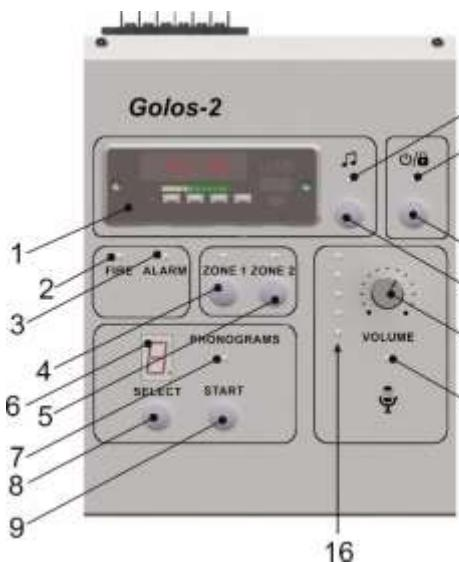
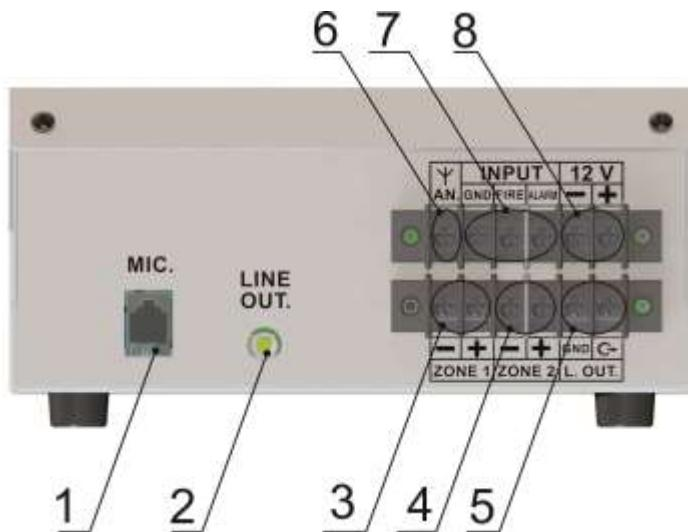

Рисунок 1. Лицевая панель. Органы управления и индикации
Рисунок 2. Тыльная часть основания. Расположение клемм и гнезд для подключения внешних устройств
6.1 Конструктивно пульт выполнен в виде одного функционально законченного блока. Корпус изготовлен из листового металла и состоит из лицевой панели и основания. Внутри корпуса, на основании и на лицевой панели размещены платы с электронными компонентами. На лицевой панели расположены органы управления и индикации, а также медиа плеер (рисунок 1). На тыльной части основания расположены клеммные колодки и гнезда для подключения внешних устройств – ББП, микрофона, акустических систем, устройства, генерирующего тревожные сигналы с выходом типа «открытый коллектор» или «нормально разомкнутые контакты» (рисунок 2).
8.1.1 Замкнуть клеммы «FIRE» и «GND», группы «INPUT» (рисунок 2) и убедиться, что воспроизводится **фонограмма 1**, индицируемая на цифровом дисплее, и воспроизводится на контрольный громкоговоритель и в зоны. При необходимости, произвести регулировку уровня громкости каждого громкоговорителя (в соответствии с паспортами на громкоговорители).
8.1.2 Разомкнуть клеммы «FIRE» и «GND», группы «INPUT» и замкнуть клеммы «ALARM» и «GND», группы «INPUT» (рисунок 2) и убедиться, что воспроизводится **фонограмма 2**, индицируемая на цифровом дисплее, и воспроизводится на контрольный громкоговоритель и в зоны.
8.2.2 Взять микрофон, нажать рычаг («тангенту») на корпусе микрофона и поднести его ближе к источнику звука. Убедиться, что индикатор включения микрофона (рисунок 1, поз.10) засветился и, произнося произвольную фразу, отрегулировать уровень громкости ручкой (рисунок 1, поз.11) таким образом, чтобы при максимальных уровнях звука светились все индикаторы на светодиодной линейке (рисунок 1, поз.16). Далее выбрать зону оповещения кнопками «ZONE 1» и «ZONE 2» (рисунок 1, поз.4, поз.5) и произнести объявление.
8.3.2 Для трансляции фонограмм сначала кнопкой (рисунок 1, поз.8) выбирается номер фонограммы, который индицируется цифровым дисплеем (рисунок 1, поз.6), включается нужная зона оповещения, а затем, нажатием кнопки (рисунок 1, поз.9), запускается трансляция выбранной фонограммы. Во время звучания фонограммы светится индикатор (рисунок 1, поз.7). По окончании звучания фонограммы индикатор (рисунок 1, поз.7) – гаснет.
8.4.1 Включить медиа плеер (медиа плеер – встроенный), выбрать источник сигнала с медиа плеера (FM- радио, «флешка, смотри «Приложение 1»), включить зоны оповещения, кнопками (рисунок 1, поз.4,5), включить трансляцию в зоны кнопкой (рисунок 1, поз.12).
Для продолжения фоновой музыки необходимо повторно нажать кнопку «», (рисунок 1, поз.12).